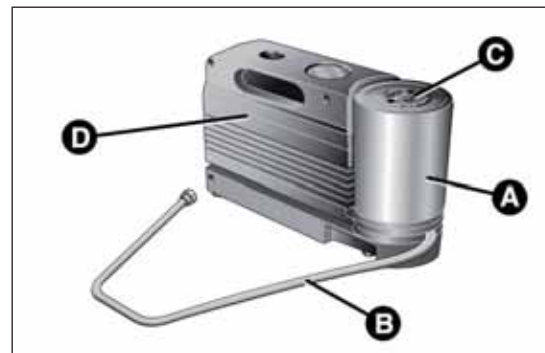

fig. 23
- ☐ una bomboletta A fig. 23 contenente il liquido sigillante, dotata di: